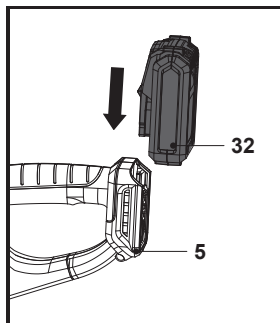

Fig. 17
1. Aliniaza acumulatorul (32) cu fantele de glisare ale portului de conectare (5) și glisează-l pentru a-l prinde. Asigură-te că se fixează în poziție (fig. 17).